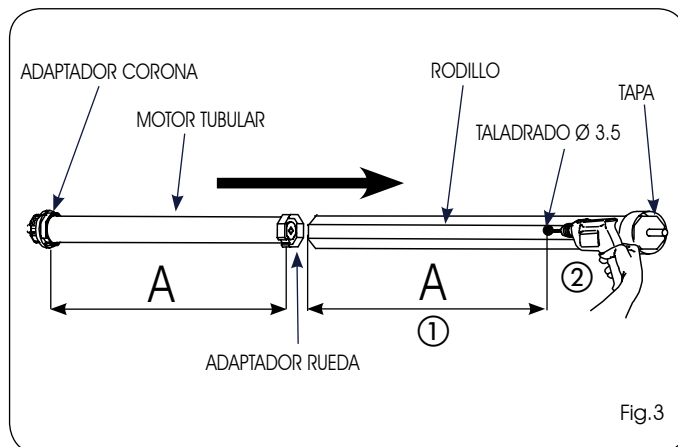

Fig.3
1) Realice un taladrado con una broca $\varnothing 3$ mm en el rodillo (Fig.3 ref.②) a la distancia A (Fig.3 ref.①), tomando como referencia la tabla 1.